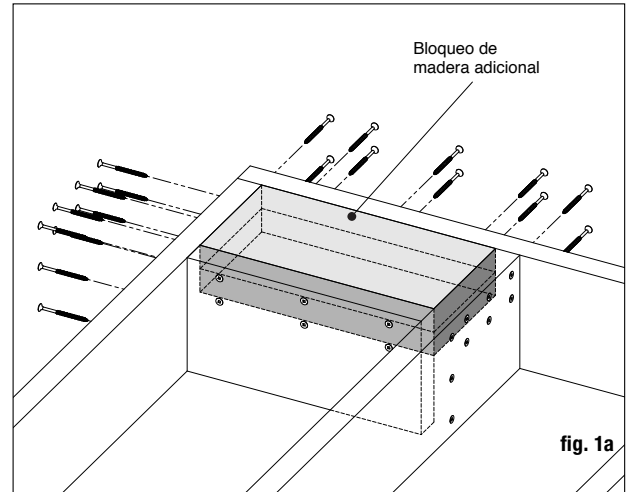

fig. 1a
Paso 1 Instale los postes fijando la base de aluminio a la superficie de la terraza. Coloque el poste de forma tal que los el sujetador penetre la viga del piso y asegúrese de que los tabloncillos estén encajados firmemente a la viga en la ubicación de los postes. De ser necesario, utilice bloques de madera bien fijados a la estructura de la viga como refuerzo debajo de los tabloncillos donde van los postes (fig. 1a). Los sujetadores que sostienen la base de los postes a la superficie deben poder asegurarse a las vigas o llaves de refuerzo, no solo a los tabloncillos en sí. *Nota: Al instalar los postes de aluminio sobre una superficie de madera, los tornillos deben estar enroscados al menos 7.6 cm (3 pulg) dentro de madera sólida (sin incluir el piso de la terraza). Las tablas de terraza de 3.2 cm (5/4 pulg) o 3.8 cm (1 1/2 pulg) no tienen suficiente material para una instalación segura. De ser necesario, agregue material adicional a la parte inferior de la superficie.*